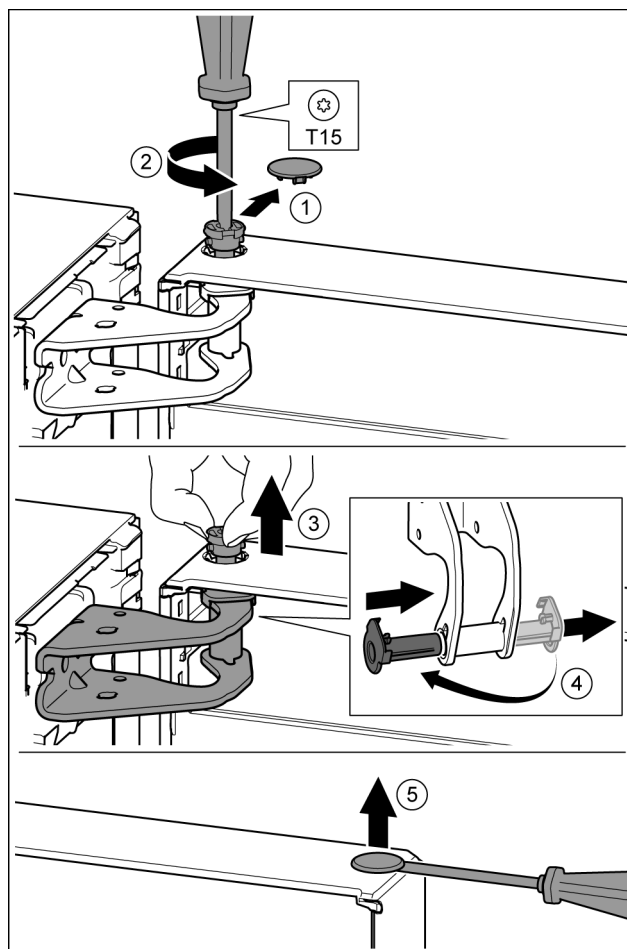

Fig. 11
- ▶ Обережно зніміть запобіжну кришку. Fig. 11 (1)
- ▶ Трохи викрутіть гвинт за допомогою викрутки T15. Fig. 11 (2)
- ▶ Притримуйте дверцята і витягніть палець руками. Fig. 11 (3)
- ▶ Витягніть із прямої опорної втулки. Встановіть і зафіксуйте з іншого боку. Fig. 11 (4)
- ▶ За допомогою шліцевої викрутки обережно підійміть пробку із опорного втулка дверцят та витягніть її. Fig. 11 (5)